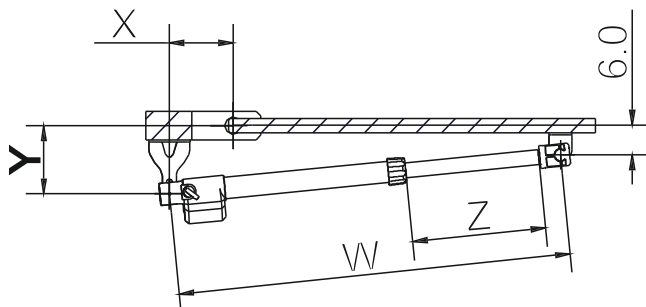

FIG. 4
- 4 - Fissare sul pilastro a lato dell'anta la piastra A, seguendo le quote da rispettare come in FIG. 4 e TAB. 1. Non dimenticare l'inclinazione.